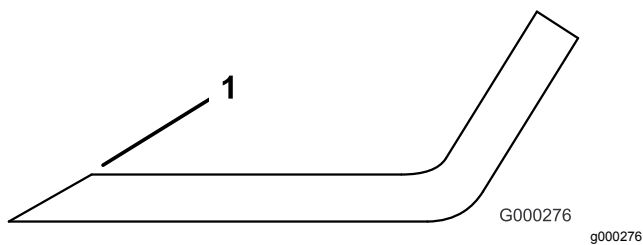

Figura 146
- e affilateli se fossero ottusi o scheggiati (Figura 146).